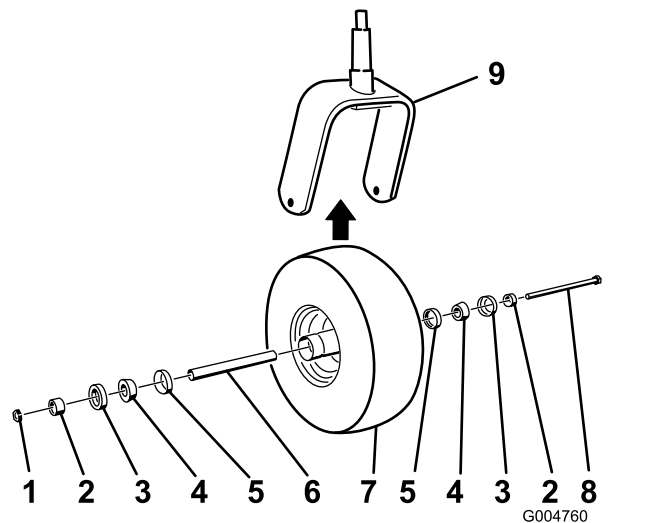

Figure 41
2. Retirez le contre-écrou du boulon (Figure 41).
5. Montez la roue pivotante en poussant les roulements à rouleaux coniques et les joints, garnis de graisse, dans le moyeu, en les positionnant comme indiqué à la Figure 41.